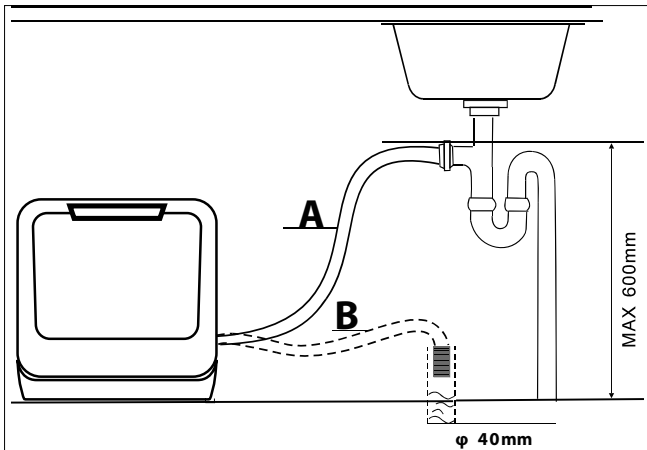

Fig. 8 – Raccordement du siphon
- ▶ Raccordez le tuyau d'évacuation au siphon (pour machines à laver) du tube d'évacuation sous l'évier (voir Fig. 8). Veuillez prévoir une pente suffisante pour le tuyau d'évacuation. L'appareil doit être placé au moins 4 cm au-dessus de l'évacuation.